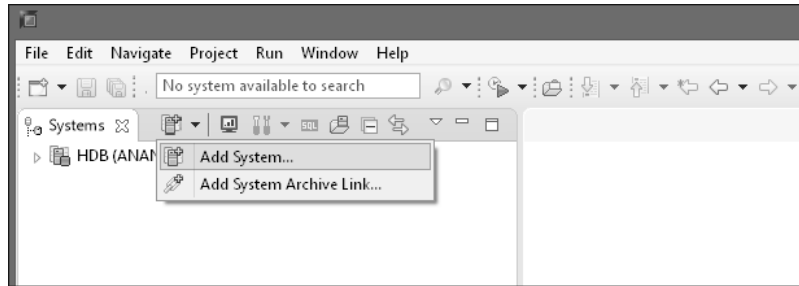

Abbildung 3.2 System in SAP HANA Studio hinzufügen
2. Nun klicken Sie auf das Symbol **Add System** (🔧), um ein neues System anzubinden, wie in Abbildung 3.2 gezeigt.